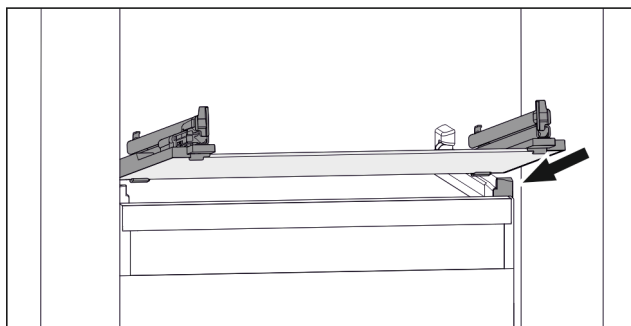

Fig. 72 Rappresentazione esemplificativa del ripiano in vetro
- ▶ Applicare il ripiano in vetro obliquamente dietro i fermi. (vedere Fig. 72)